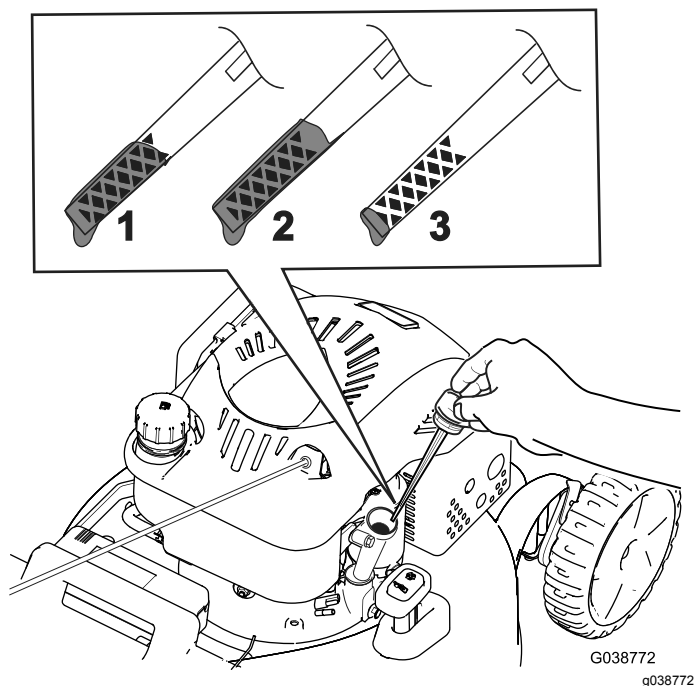

Figura 26
3. Girate il tappo in senso antiorario ed estraete l'asta di livello (Figura 26).
4. Inclinate la macchina sul fianco (di modo che il filtro dell'aria si trovi in alto) per scaricare l'olio usato attraverso il tubo di riempimento (Figura 26).